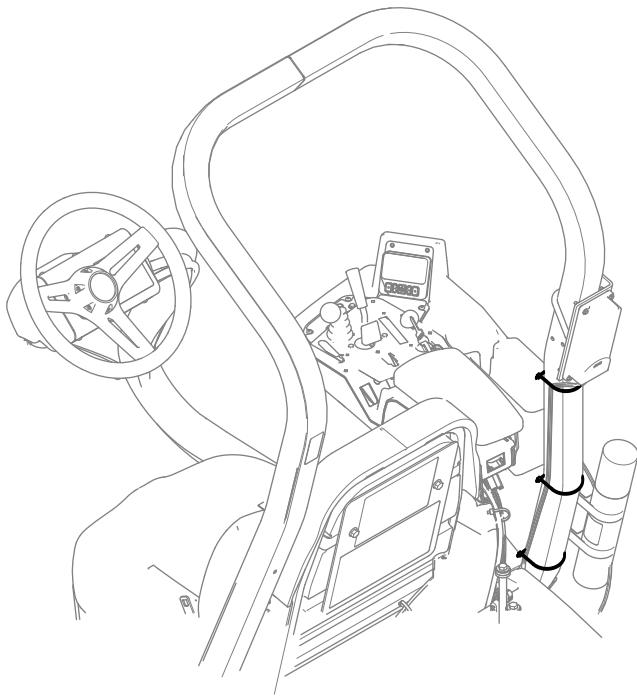

**Bild 11**
5. Verlegen Sie den Kabelbaum am Überrollbügel entlang und schließen Sie den mit P01 gekennzeichneten Anschluss des Kabelbaums an den mit P49 gekennzeichneten Anschluss des Maschinenkabelbaums an (Bild 11).
6. Befestigen Sie den Telematikkabelbaum mit einem Kabelbinder am Hauptkabelbaum (Bild 11).